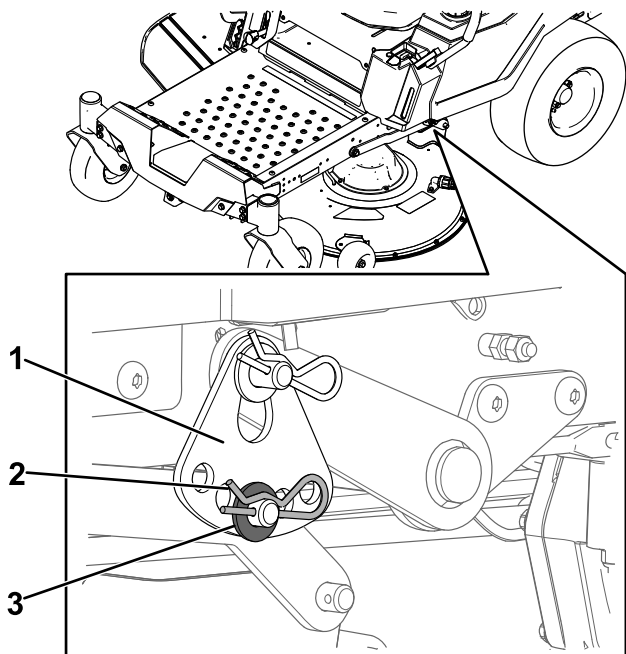

Figura 63
6. Retire la chaveta y la arandela del pasador inferior del brazo de elevación (Figura 63).